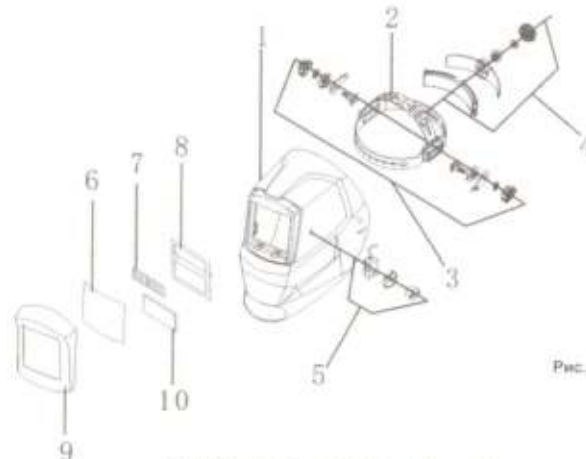

Рис. 1
Общий вид (Рис.1):
- Проверьте внешнюю накладку - линзу (6), убедитесь в ее чистоте и в отсутствии грязи на фотоэлементе солнечной батареи (7), а так же на самом светофильтре (10)(См. Рис.1)
- Извлеките маску из упаковки и прикрепите к щитку (1)(См. Рис.1) оголовью, в случае поставки в разобранном виде.